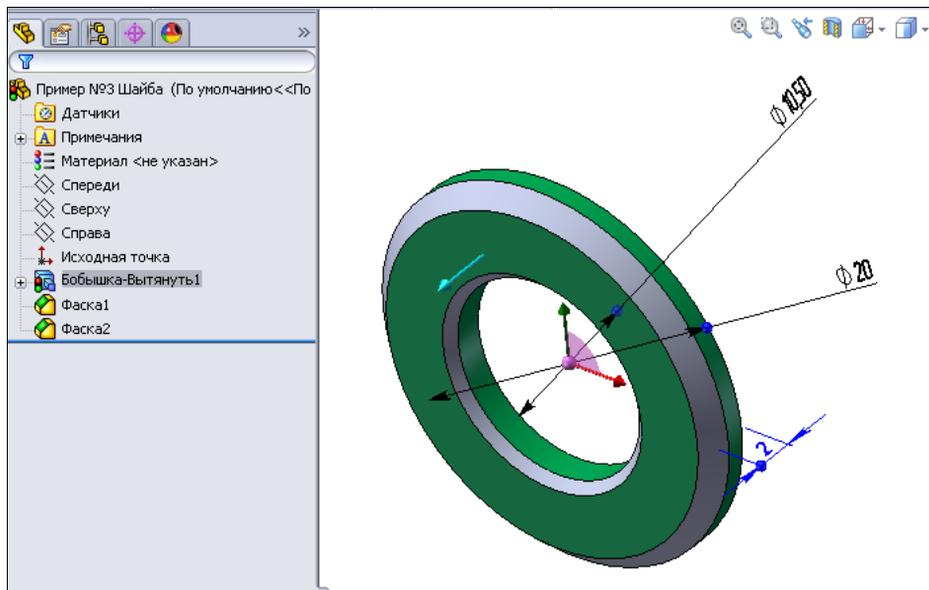

Рис. 3.44
1. Изменим размеры конфигурации шайбы по умолчанию при помощи диалогового окна **Изменить конфигурации**. Щелкнем дважды элемент **Бобышка-Вытянуты1** в графической области, чтобы появились все размеры этого элемента (рис. 3.44).